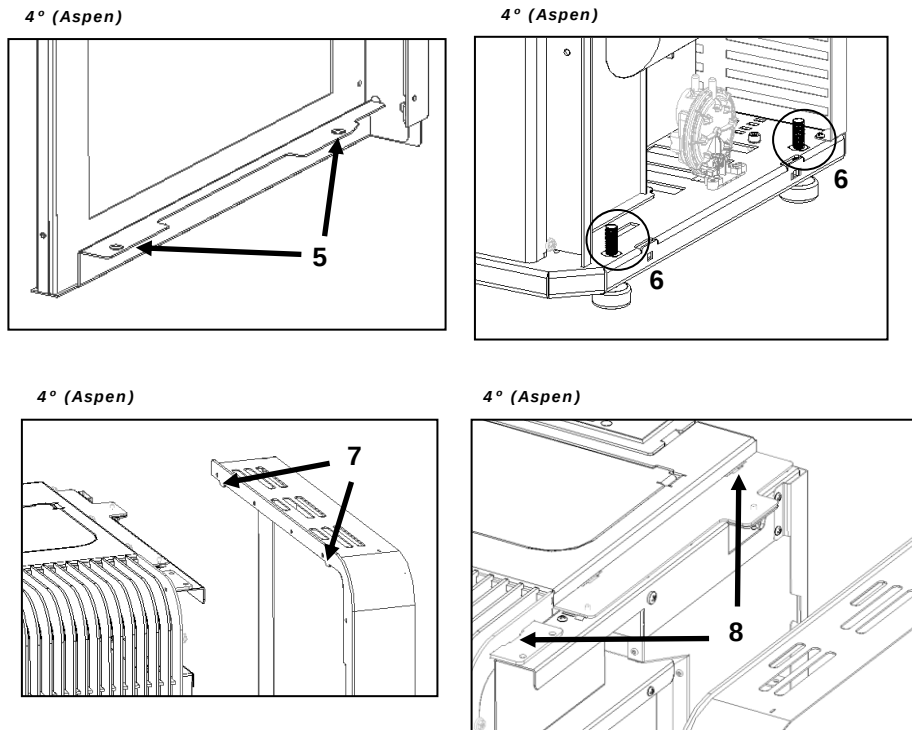

Figura 39 – Colocação das envolventes Aspen
h) No equipamento **Aspen**, encaixar primeiro os furos inferiores **5** das envolventes laterais, nos guias **6** que se encontram no fundo da máquina, depois no sentido descendente encaixar os apoios **7** nos rasgos **8**, como demonstra a Figura 39.